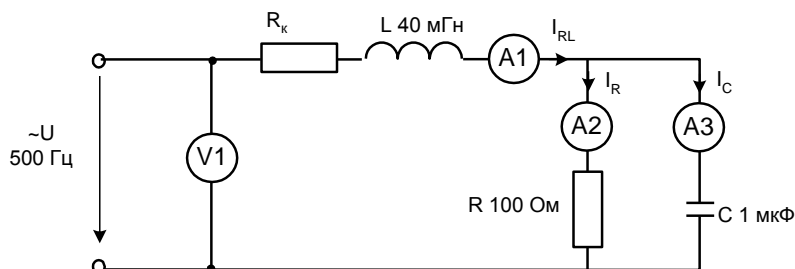

Рисунок 8.20. Схема электрических соединений
- Соберите цепь согласно схеме (рис. 8.20), включив в неё виртуальные приборы V1 и A1 и безразлично виртуальные или реальные A2 и A3.